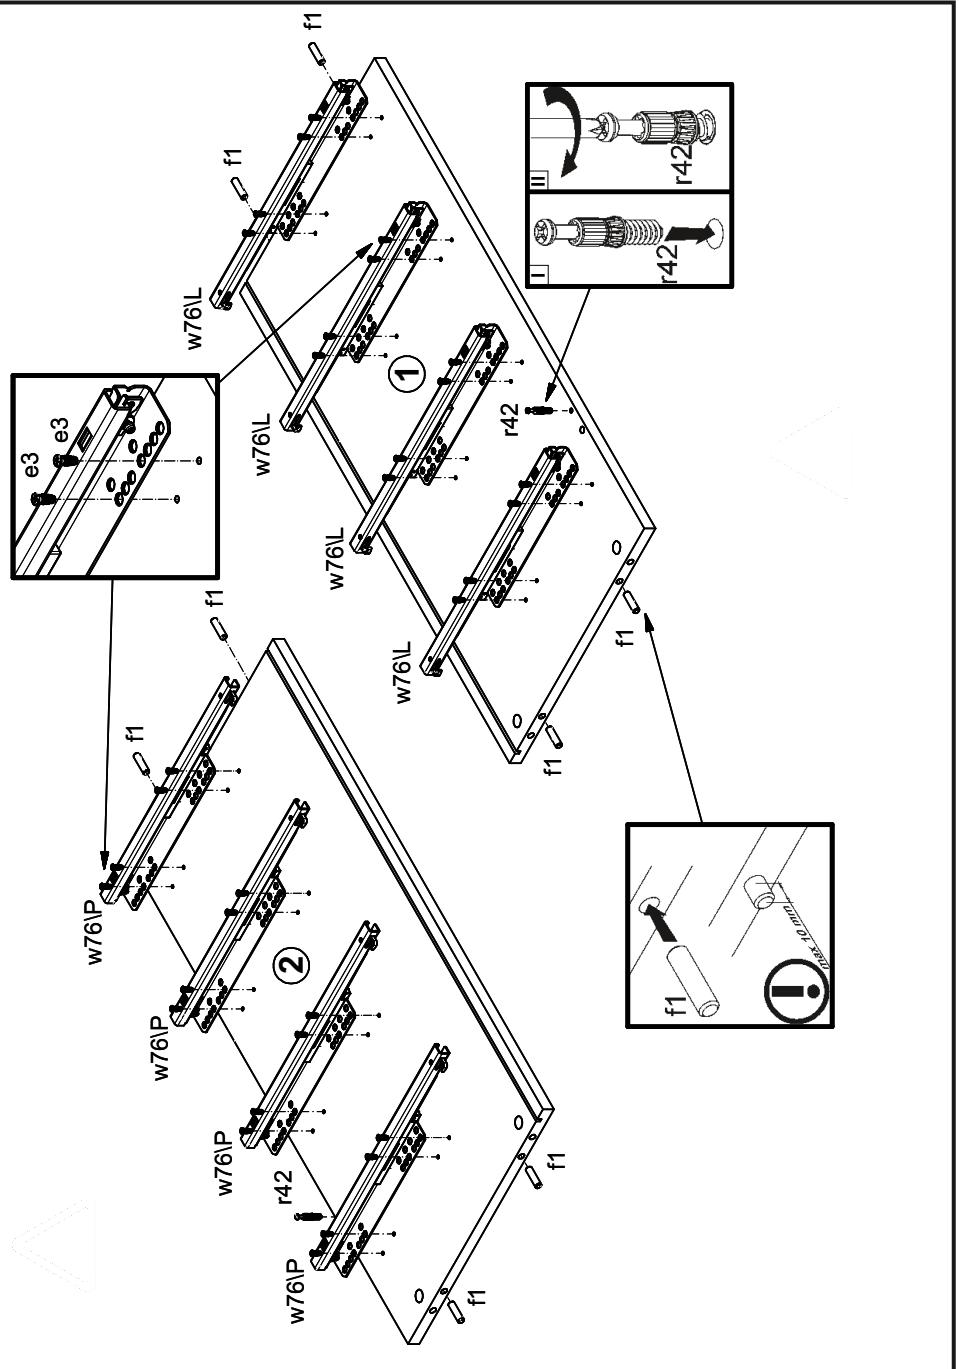
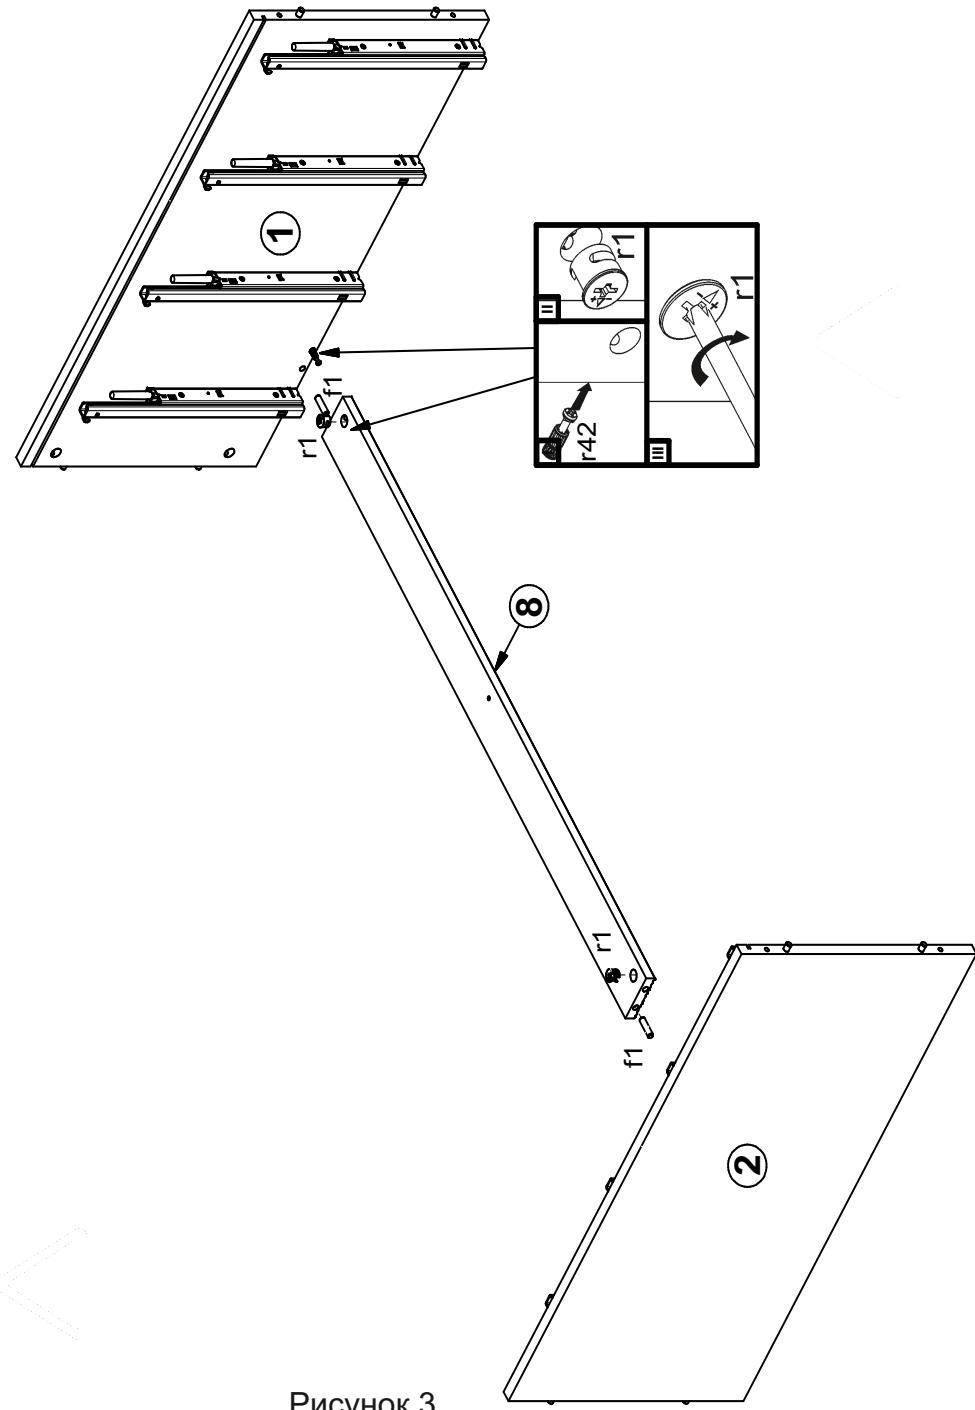
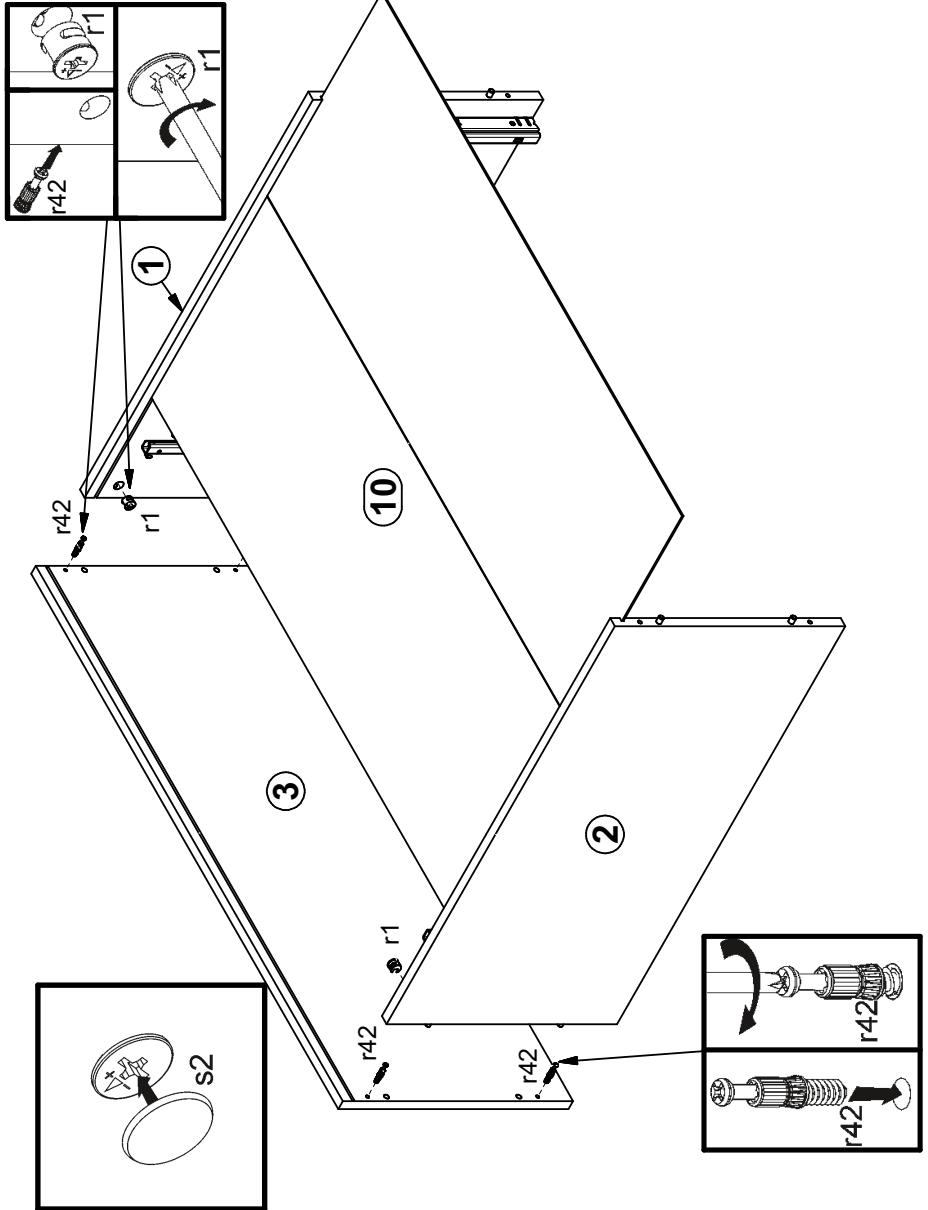

Рисунок 2
Рисунок 3
Рисунок 4
4.2 В отверстия Ø8 мм на верхних и нижних кромках стенок боковых 1 и 2 (см. рис. 2) и в торцах планки декоративной рифленой 8 вбить деревянные шканты f1 (см. рис. 3).
4.3. В отверстия Ø4 мм на внутренних поверхностях стенок 1,2 еврошурупами e3 закрепить по 4 комплекта направляющих w76L и w76P (см. рис. 2).
4.4. В отверстия Ø5 мм на внутренних поверхностях стенок 1,2 (см. рис. 2), на нижней поверхности щита верхнего 3 (см. рис. 4) вкрутить винты стяжки r42.
4.5. В отверстия Ø15 мм на задней поверхности планки декоративной рифленой 8 (см.рис. 3), на внутренних поверхностях стенок 1,2 (см.рис. 4) вставить стяжки эксцентриковые r1.
4.6. Соединить детали 1, 2, 8 и затянуть стяжки эксцентриковые r1, пользуясь отверткой (см. рис. 3).
4.7. Присоединить щит 3 к стенкам 1, 2 с помощью шкантов f1, затянуть стяжки эксцентриковые r1, пользуясь отверткой, вставить стенку заднюю 10 в пазы в деталях 1, 2, 3. Передние стяжки закрыть заглушками s2 (см. рис. 4).